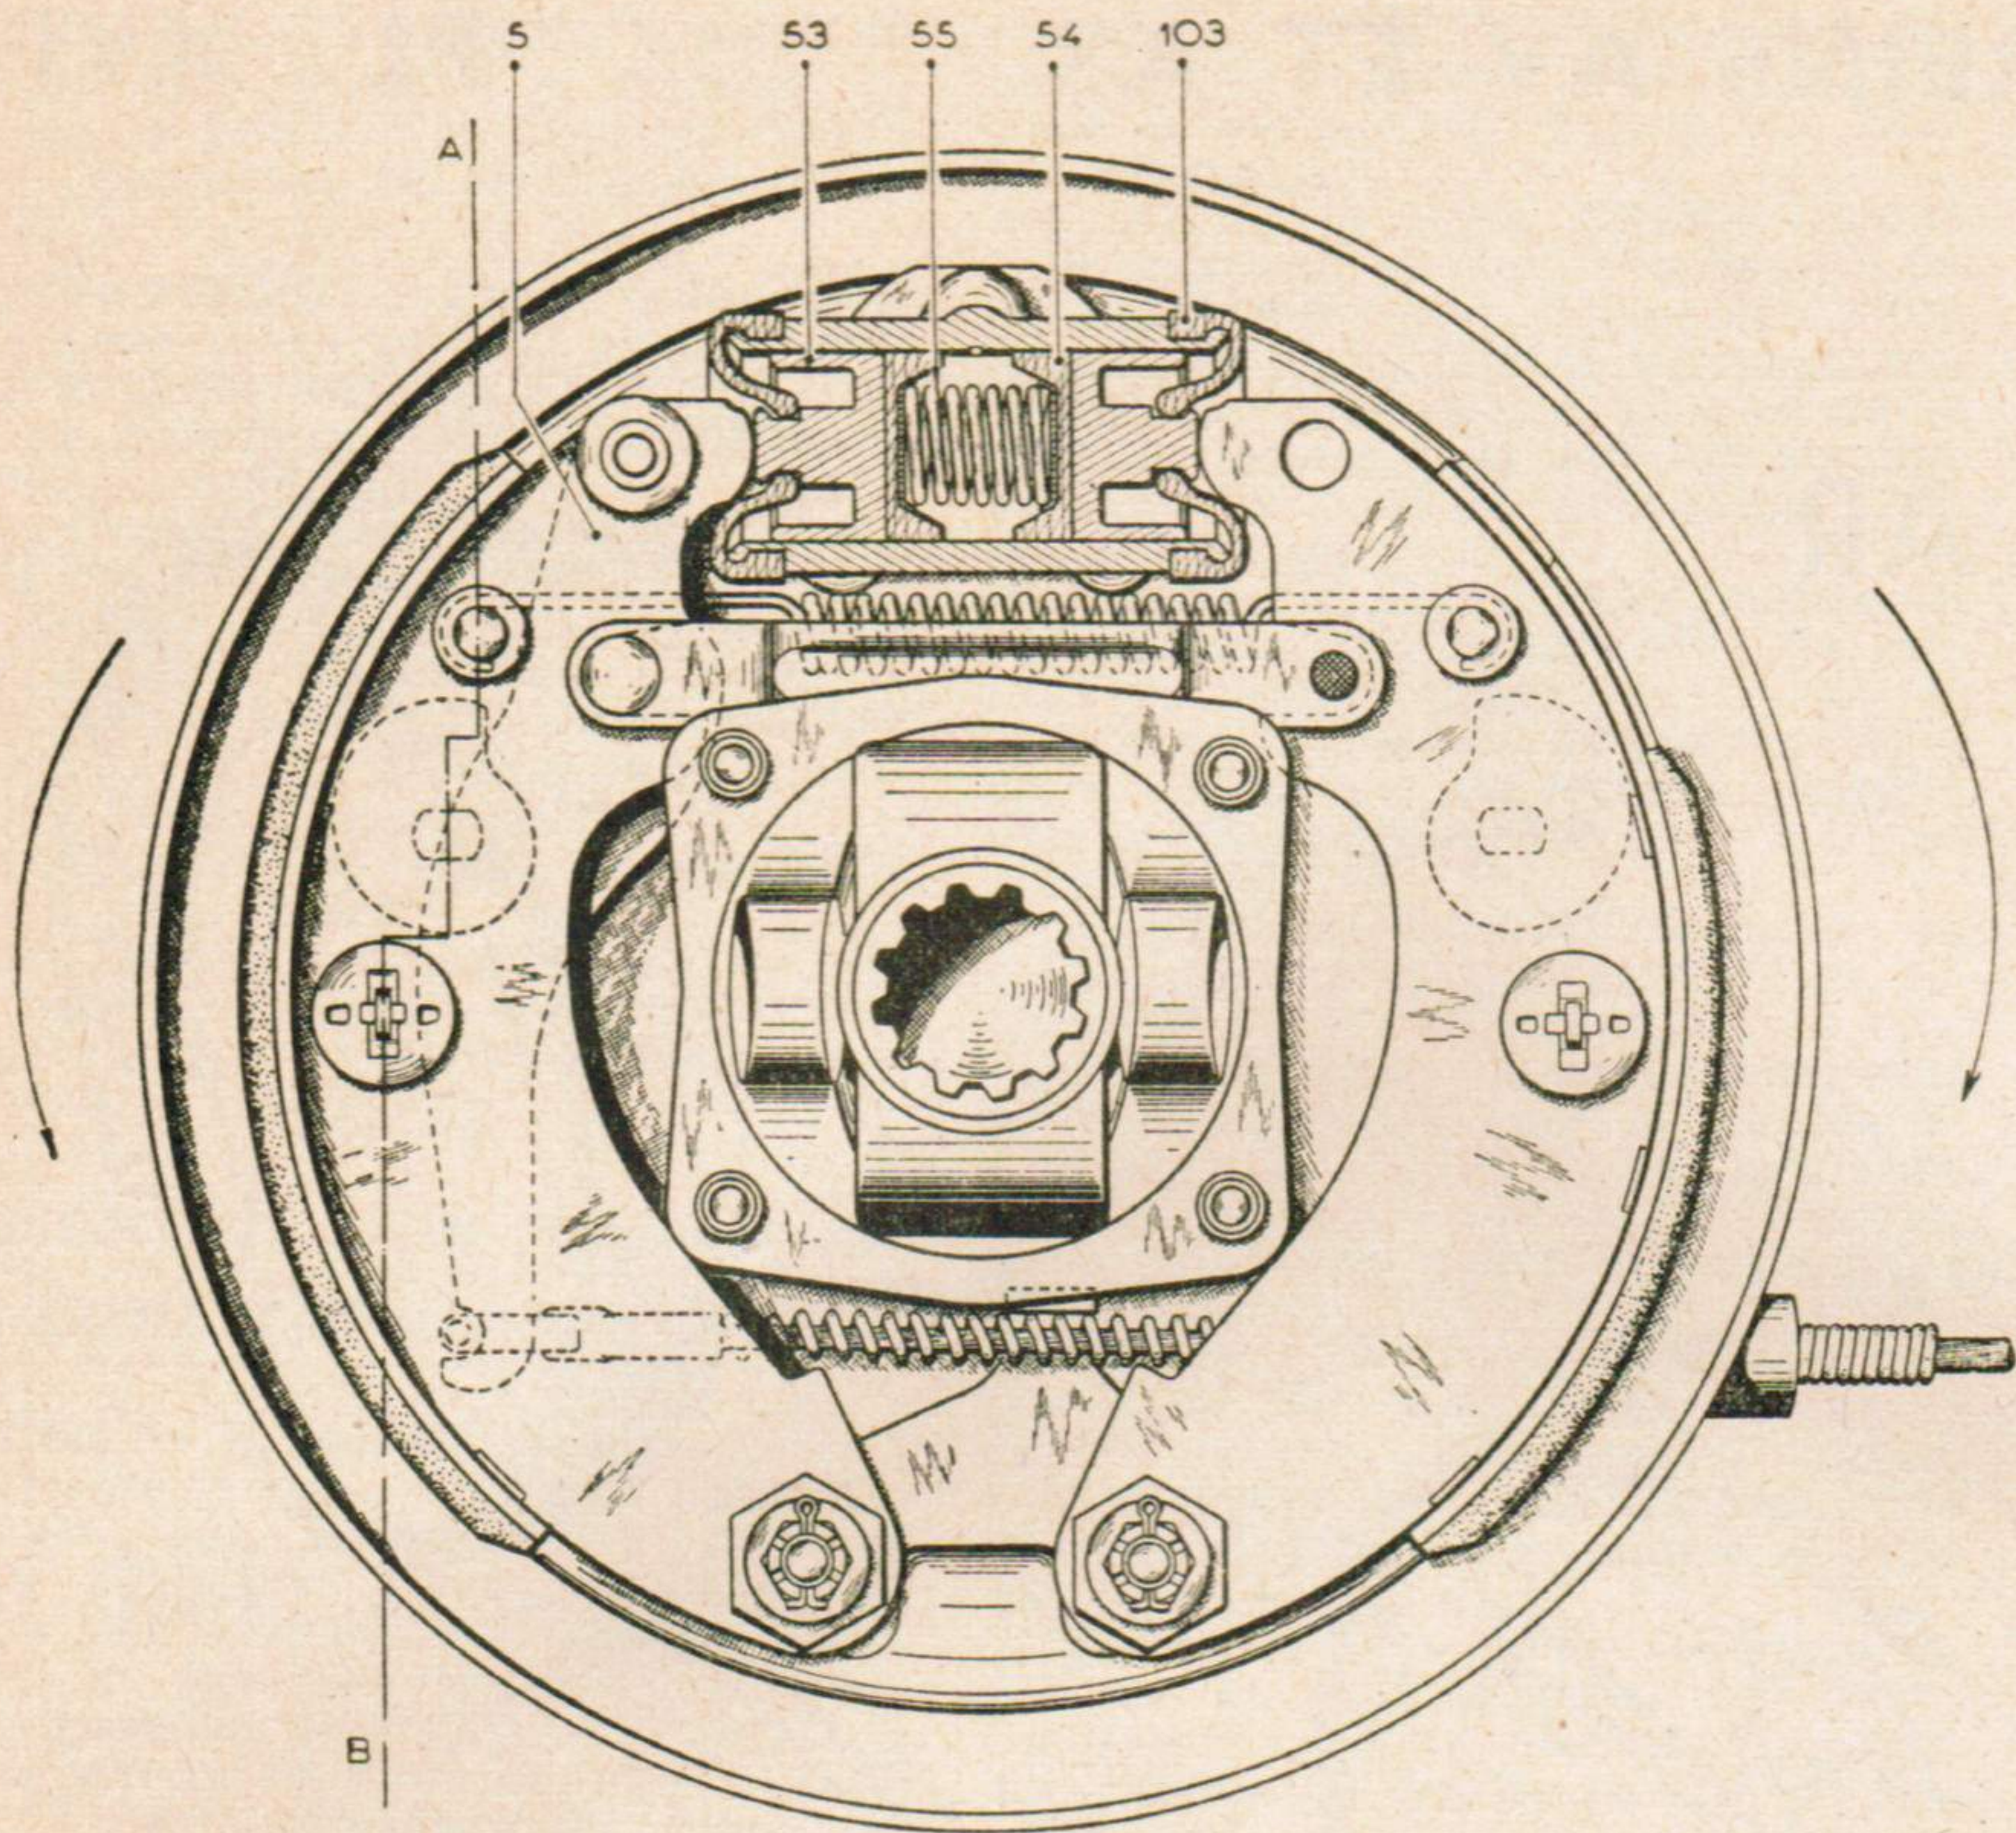

Fig. 47. — Plateau de frein avant (tôle)
- Effectuer le réglage des cames dans le sens indiqué par la figure 47.
- Serrer les écrous (1) à 4 m.kg par-dessus une rondelle éventail.
- Tourner les axes de cames dans le sens indiqué par les flèches (figure 47) et procéder comme pour le réglage des excentriques, au paragraphe A.